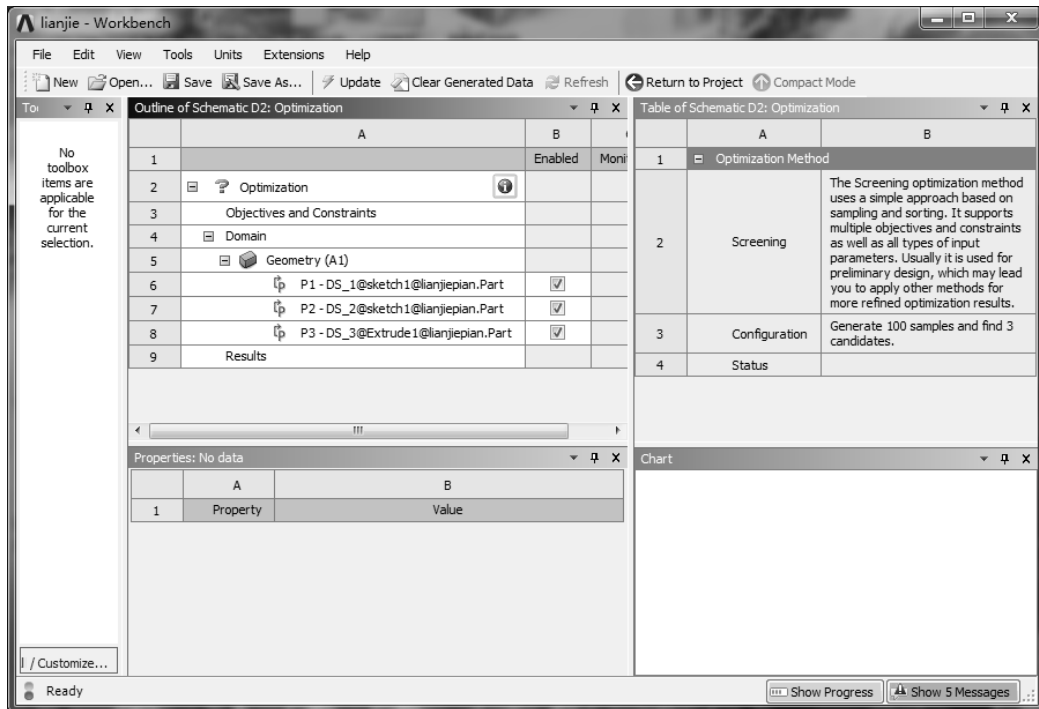

图 12-44 直接优化分析界面
2) 双击【Project Schematic（项目管理区）】中项目 D 的 D2 栏的【Optimization】项，进入直接优化分析界面，如图 12-44 所示。